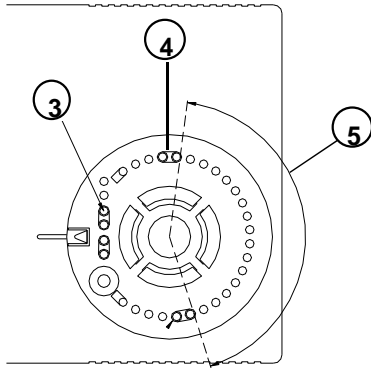

Fig. 3: Begränsning av inställningsområdet
- Det är möjligt att begränsa börvärdesrattens inställningsområde. Vid leverans sitter ett par små plastpin-nar (3) till vänster om inställningsrattens axel. Flytta dessa till nya önskade lägen (4), se exempel i fig. 3. Här utgör (5) det valda begränsade nya inställningsområdet.